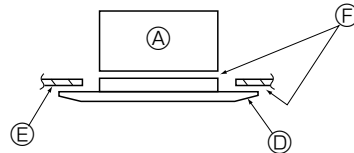

Fig. 10-7
- \* Убедитесь в отсутствии зазоров между основным блоком и панелью, а также между панелью и поверхностью потолка. (Fig. 10-7)